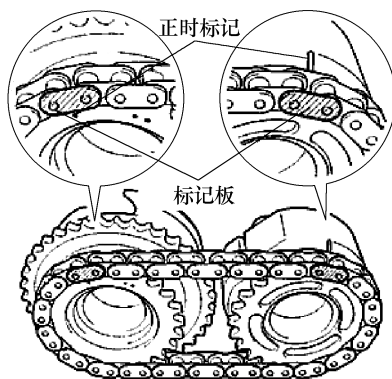

图 1-54 对准正时标记
① 如图 1-54 所示，使标记板(黄色)与凸轮轴正时齿轮的正时标记(单点标记)对准。